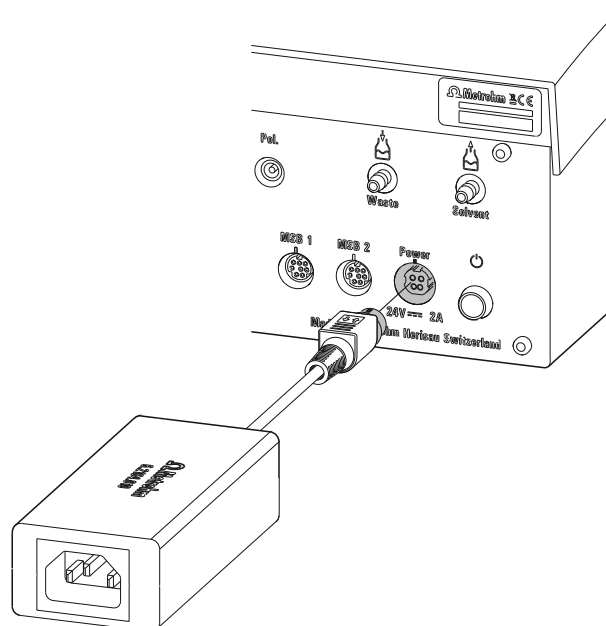

Abbildung 3 Netzteil anschliessen
- 1 Stecker des externen Netzteiles mit der Netzanschluss-Buchse des Ti-Touch verbinden (siehe Abbildung 3, Seite 13).